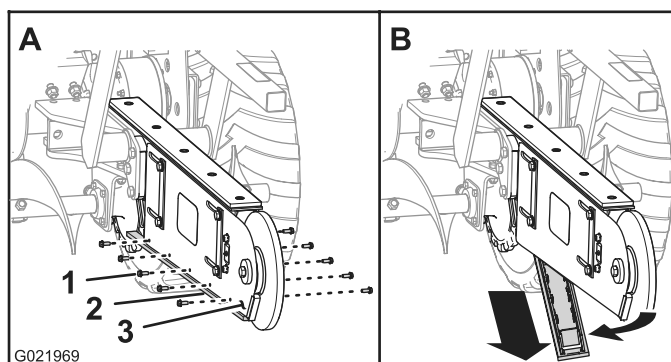

Figura 40
2. Retire los 10 pernos que sujetan el canal de desgaste a los lados izquierdo y derecho de la parte inferior de la espada (Figura 40).
3. Retire el canal de desgaste de la zanjadora (Figura 40).
6. Alinee los taladros del canal de desgaste nuevo con los taladros de los lados derecho e izquierdo de la parte inferior de la espada (Figura 40).
7. Sujete el canal de desgaste a la parte inferior de la espada con los pernos que retiró anteriormente (Figura 40).